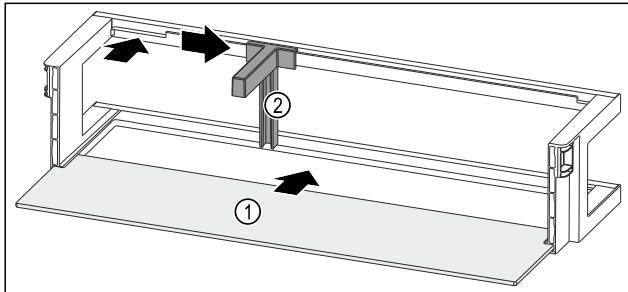

Fig. 226 带搁板的门边存放架
- ▶ 将搁板 Fig. 226 (1) 推入侧面凹槽。
- ▶ 将瓶托 Fig. 226 (2) 装入槽中。
- ▶ 将瓶托 Fig. 226 (2) 推至一侧的所需位置。